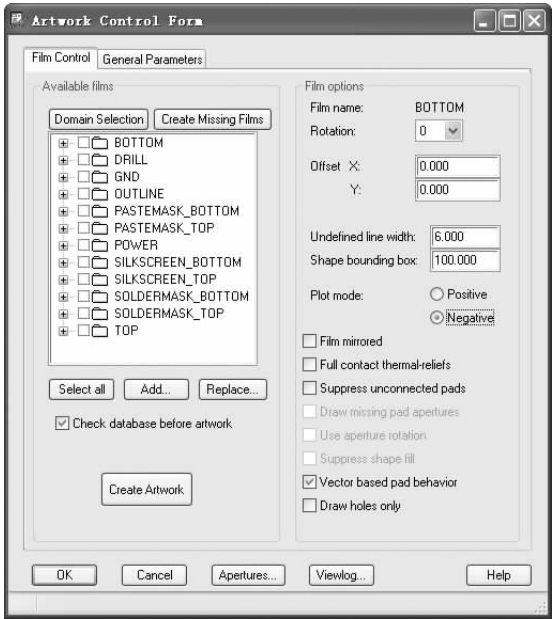

图 12-62 “Film Control（底片控制）”选项卡
1. 选择菜单栏中的“Manufacture（制造）→Artwork（插图）”命令，弹出如图 12-62 所示的对话框，打开“Film Control（底片控制）”选项卡，设置底片控制文件。